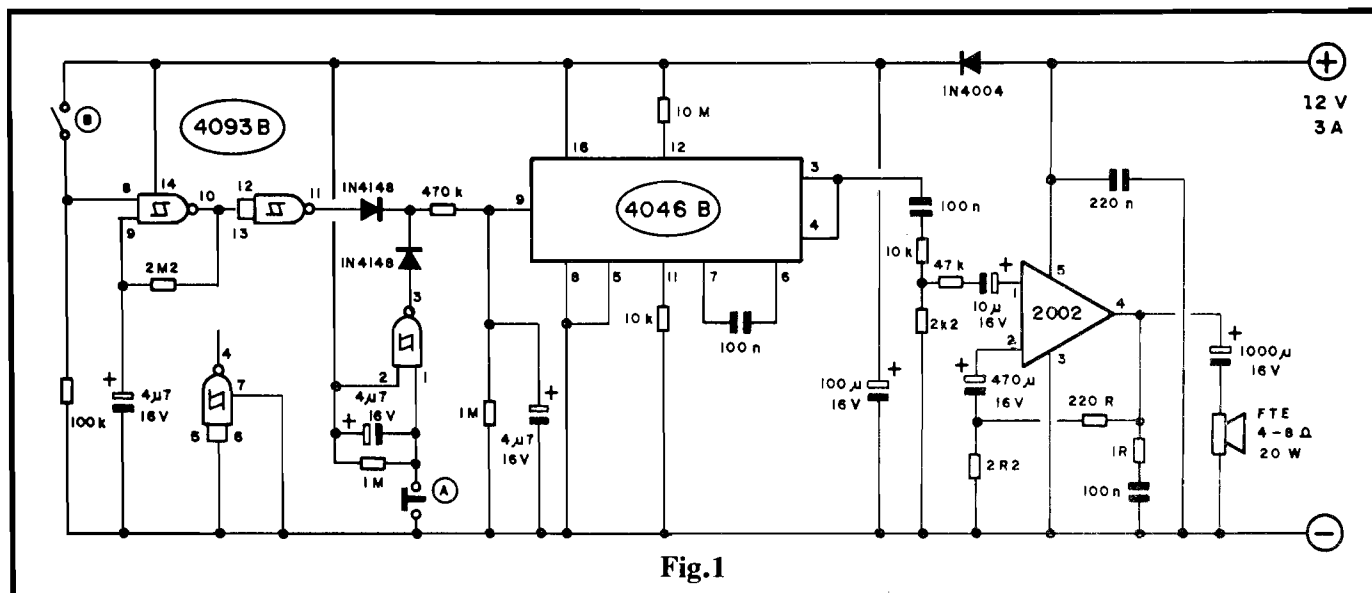

Fig.1
- FIG. 1 - O CIRCUITO - No "meio" do diagrama, e também no "coração" eletrônico da SIRAUA, temos um versátil Integrado da família digital C.MOS, código 4046B, que contém complexos blocos lógicos e analógicos internos capazes de fazê-los funcionar como eficiente VCO (Oscilador Controlado de Voltagem) de faixa ampla... É justamente essa "habilidade" do Integrado que exploramos no circuito... Os resistores e capacitor diretamente ligados aos seus pinos de acesso, determinam a tonalidade básica da oscilação (mais ou menos centrada na faixa de áudio, para ótimo aproveitamento tonal...), enquanto que o pino 9 pode receber as Tensões de controle, a partir de cujos níveis momentâneos os clocks internos determinam suas reais Frequências... Dois tipos de rampas de Tensão são gerados (para aproveitamento pelo dito pino 9 de controle do 4046B) por um segundo Integrado C.MOS, este tipo 4093B... O gate delimitado pelos pinos 1-2-3, controlado pelo push-button "A", oferece um ciclo completo e "solitário" (rampa de